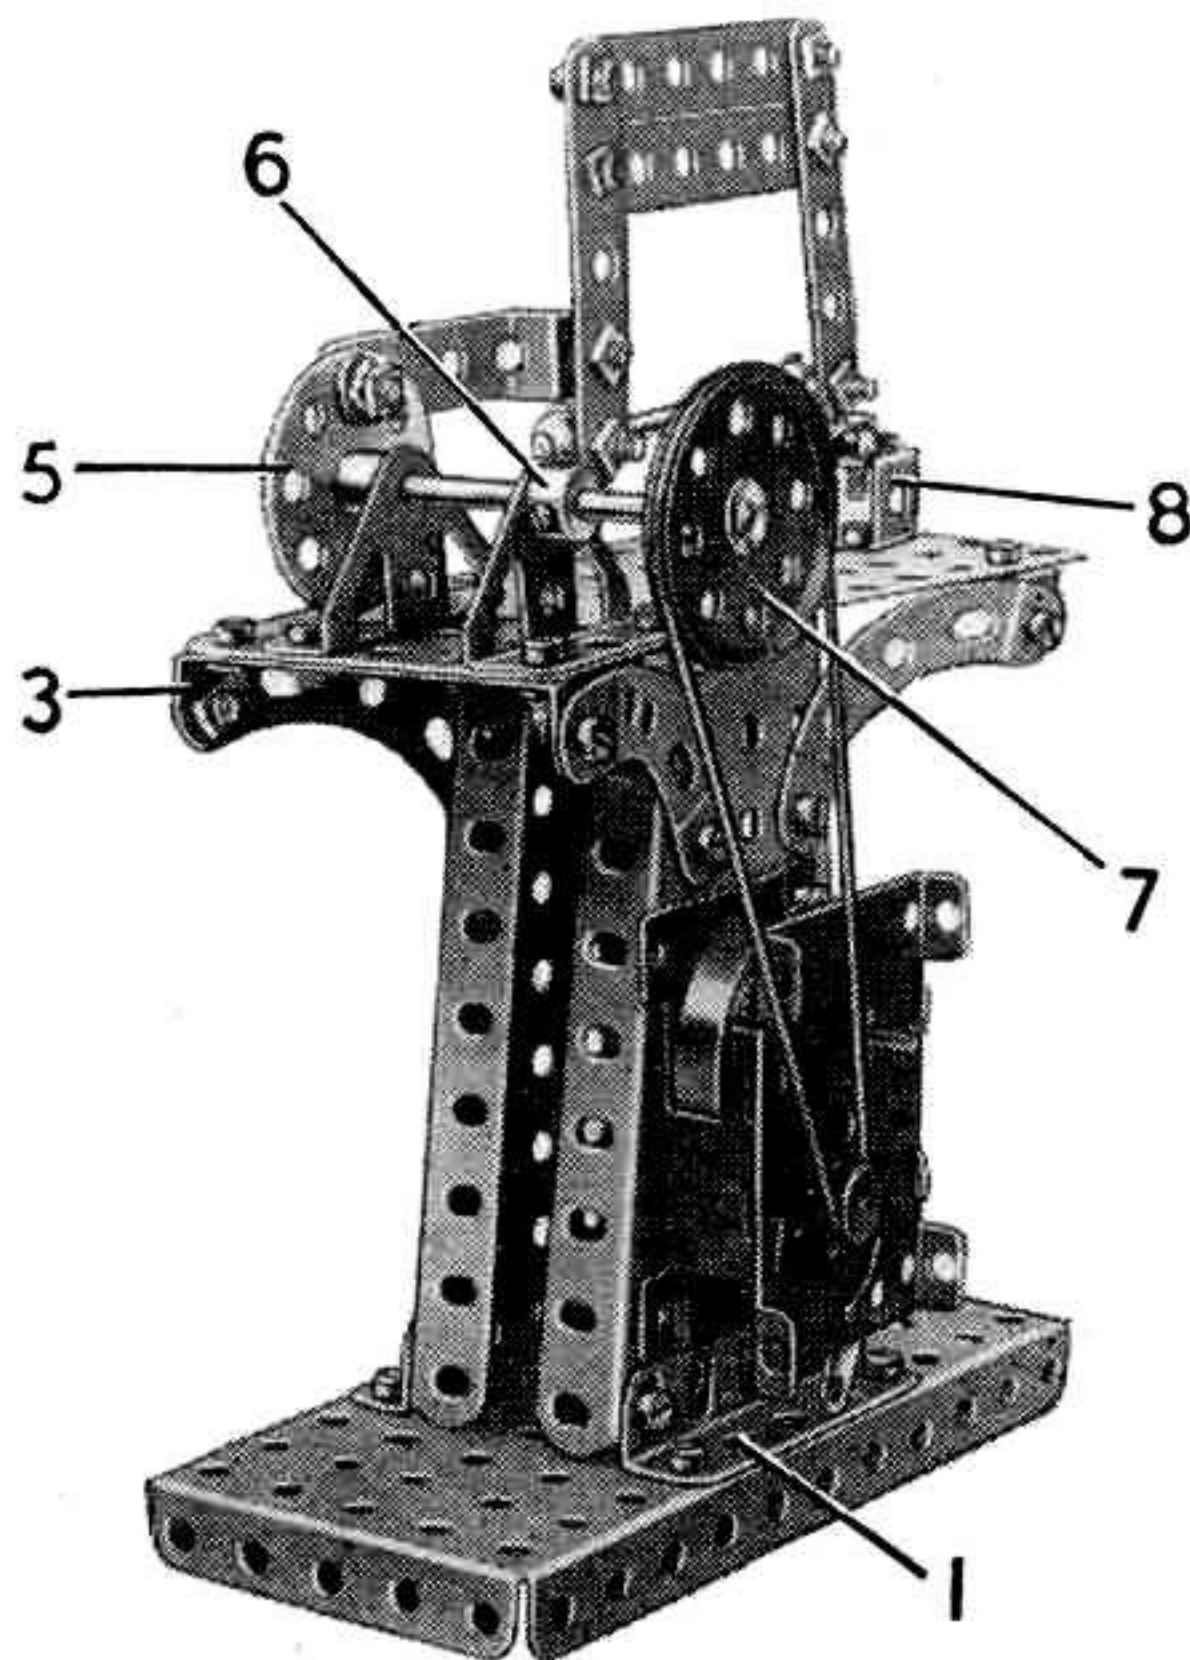

Fig. 2 : La scie à métaux vue de l'arrière avec la disposition du moteur et de l'entraînement.
Le moteur et le mécanisme sont montés sur une plate-forme obtenue en boulonnant deux plaques à rebords de 9×6 cm. entre les deux cornières de 25 trous (18) (fig. 2). Les arbres des tambours d'enroulement sont montés dans des plaques sans rebord de 14×6 centimètres (19) prolongées à l'arrière par des plaques de 6×6 boulonnées aux extrémités avant des cornières, et un moteur 20 volts est boulonné sur la plaque à rebords de 9×6 fixée entre les extrémités arrière des cornières. Les plaques sans rebord (19) sont réunies par deux bandes coudées de 90×12 millimètres.